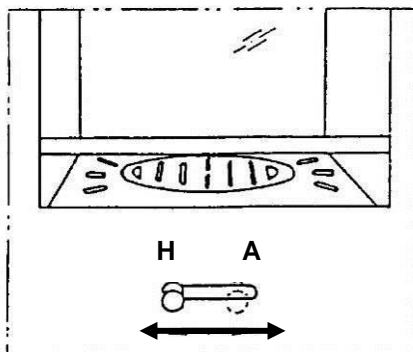

Fig. 3
- ouvrir la prise d'air primaire (voir fig. 3.)